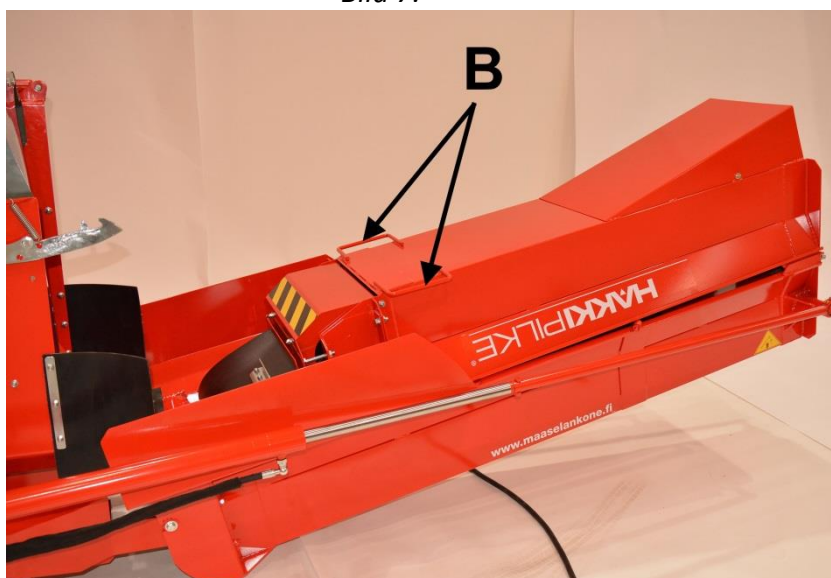
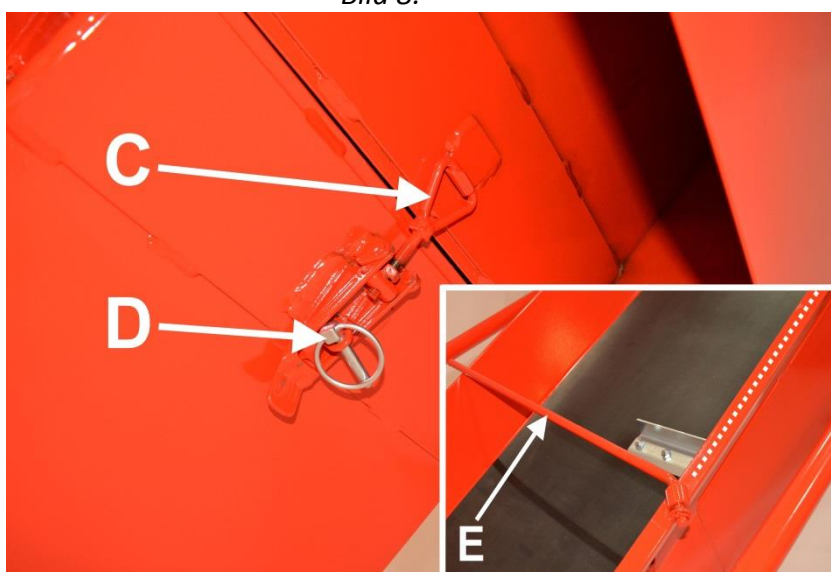
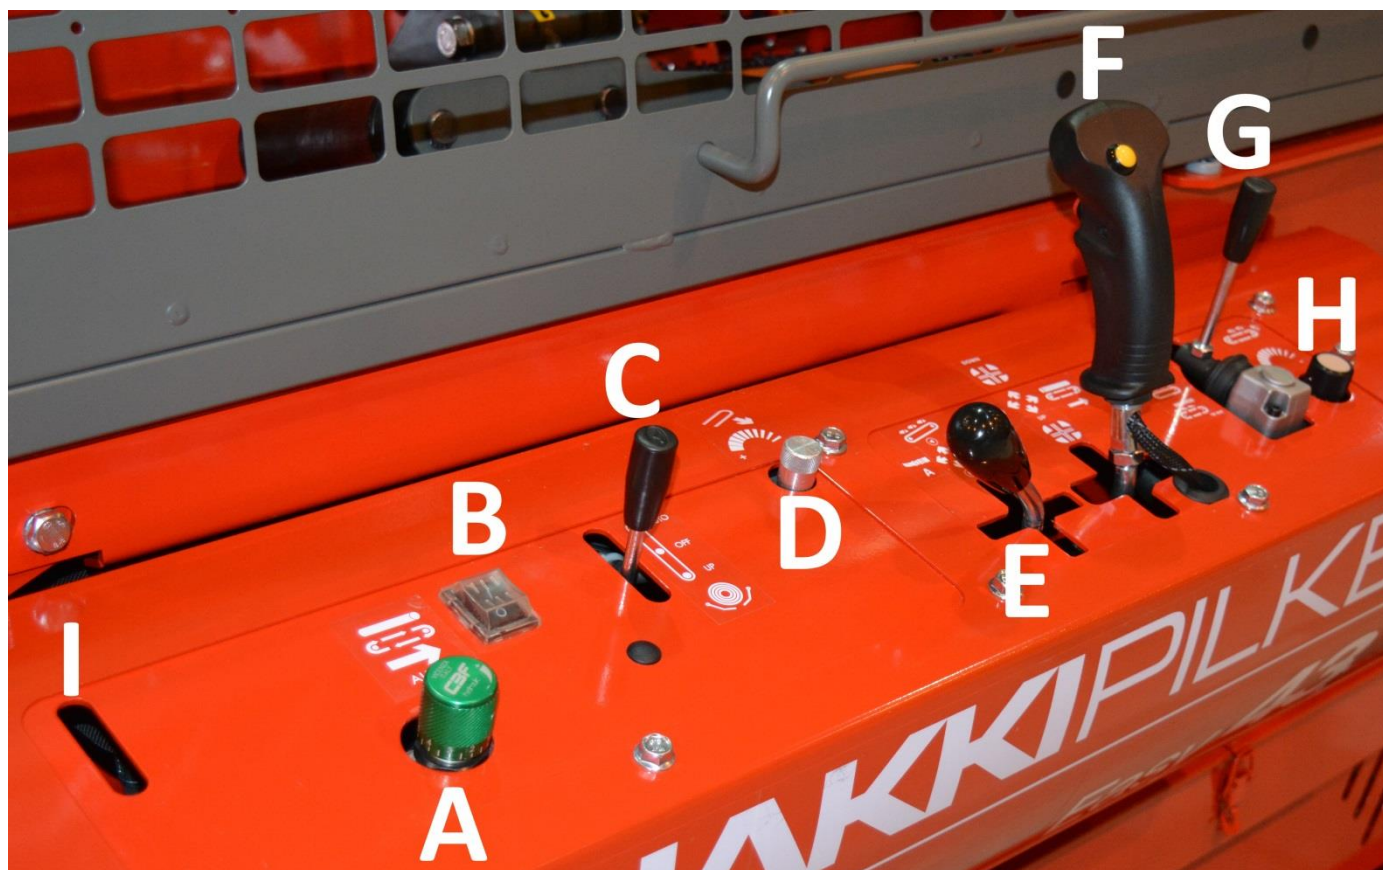
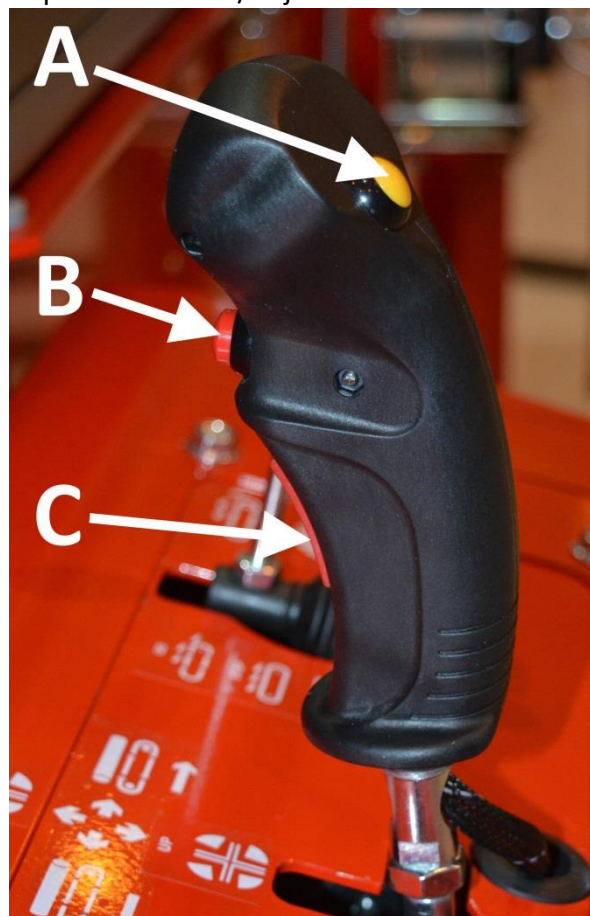

Bild 8.
Bild 9.
Bild 10. Maskinens manöverdon
Bild 11. Joystick
Ifall du använder en så kallad större transportör (som på bild 8), sänk ner utmatningstransportören med den hydrauliska styrspaken E på bild 10.
4. Vänd transportörens övre del till arbetsläget genom att använda handtaget/handtagen B som finns på transportörens topp (bild 8).
5. Lås fast transportörens övre del med hjälp av spärren C och sprinten D, som på bild 9.
6. Vrid bandets stödstång (E, på bild 9) till arbetsläget.
2. Frigör låsningen C (på bild 9) på transportörens övre del och sänk ner transportören till det lägsta **möjliga** läget med hjälp av vinschen eller den hydrauliska spaken E på bild 10 (ifall maskinen har en större transportör).
3. Vrid bandets stödstång E (bild 9) ovanpå bandet och vrid transportörens övre del ovanpå den nedre delen med hjälp av handtaget/handtagen B (bild 8).
4. Vänd transportören till mittläget med hjälp av spaken F (bild 10).
6. Lyft upp transportören med hjälp av vinschen eller den hydrauliska spaken E på bild 10 (ifall maskinen har en större transportör) tills den låser sig fast i det övre läget. Kontrollera att låsningen A är ordentligt på plats. Kontrollera att klyvrännans skyddsband inte är i vägen.
Namn på och funktioner för manöverdonen på bild 10:
Utmatningstransportörens styrspak (när man använder en s.k. större transportör). **I detta fall styrs tillägsutrustningen med en ventil som finns i punkt I på bild 10.**
I vedmaskinen Hakki Pilke 43 roterar utmatningstransportörens band med hjälp av en hydraulisk motor. Du kan ändra på bandets rotationshastighet genom reglaget H på bild 10. Transportörens vändning i sidled sker hydrauliskt med spaken E på bild 10 på följande sätt:
När en större transportör används: (spaken E på bild 10)
Maskinens klyvbett styrs hydrauliskt med manöverspaken F på bild 10: när spaken är i det främre läget sänks bettet och när den är i det bakre läget höjs bettet. Vi rekommenderar att veden alltid går genom bettet så nära bettets mitt som möjligt så att vedklabbarna blir lika stora.
6. Starta klyvrörelsen med joysticken F på bild 10 genom att trycka på knappen B på bild 11. Klyvrörelsen ska vara normal.
- a. Utför några sågrörelser utan ved genom att trycka ner knappen C på bild 11.
3. När veden stannar för kapningen vid den hydrauliska mätanordningen, kapa veden genom att trycka på joystickens knapp C (bild 11) som automatiskt startar sågkedjan och sågrörelsen.
4. Lyft tillbaka kapsvärdet till det övre läget genom att sluta trycka på knappen C (bild 11.)
Hakki Pilke 43-vedmaskinen har en hydraulisk vedgejd som **automatiskt** trycker stockarna mot inmatningstransportören alltid när stockarna kapas, det vill säga när kapsvärdets sänks ner trycker vedgejden ner stocken. Därmed behöver användaren enbart se till att virket som matas in inte stöter till vedgejden när man matar in **nytt virke** för kapning genom att lyfta upp vedgejden till det övre läget med knappen **A (bild 11)**.